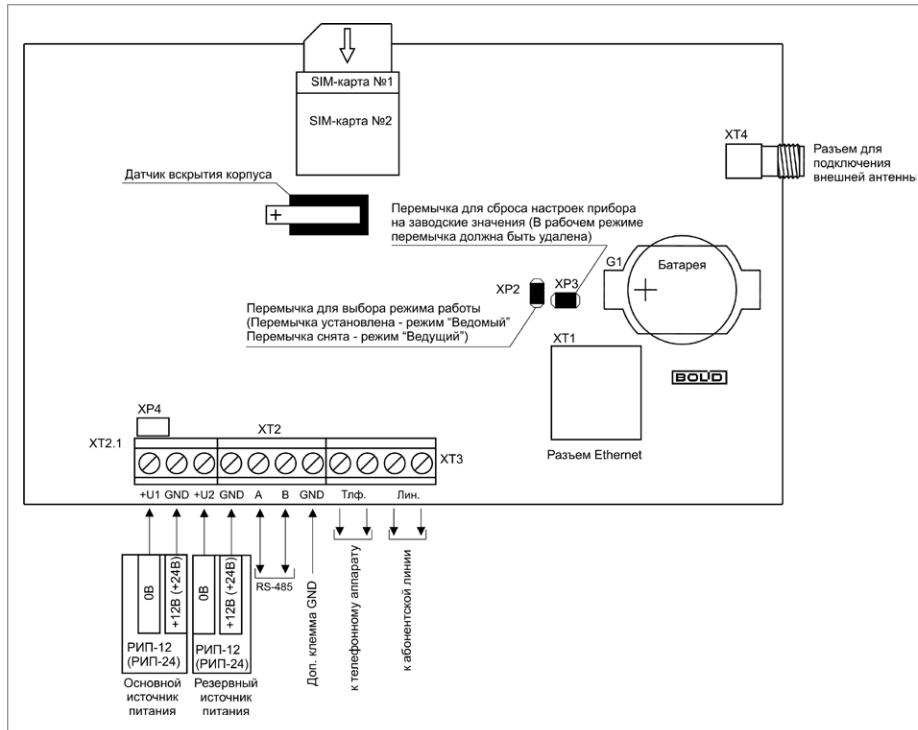

Рисунок 7. Схема подключения устройства «C2000-PGE»
1.3. Подключение соединительных линий производите в соответствии с проектной документацией и схемой на рис. 7.